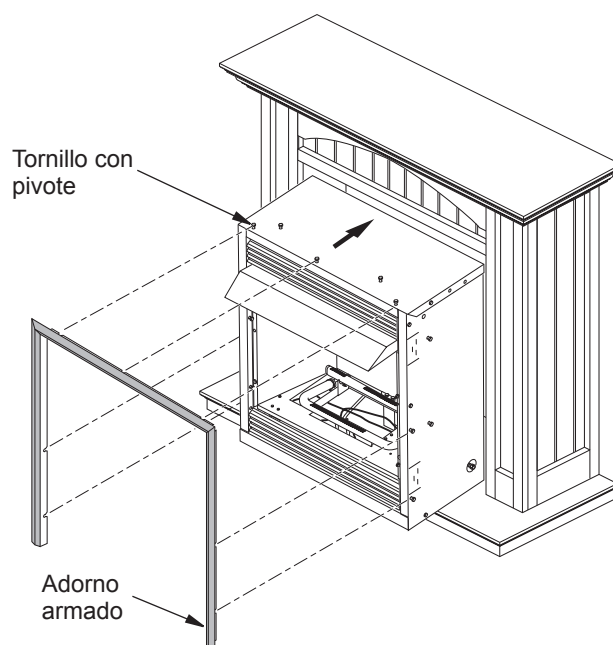

**Figura 6 - Armado del adorno**
3. Alinee la base para nivelar debajo de la placa de ajuste como se muestra en la figura 6.
4. Deslice un extremo de la placa de ajuste y base para nivelar en la ranura del borde angular de la parte superior del adorno (consulte la figura 6).
5. Deslice el otro extremo de la placa de ajuste y base para nivelar en la ranura del borde angular del adorno de la chimenea (consulte la figura 6).